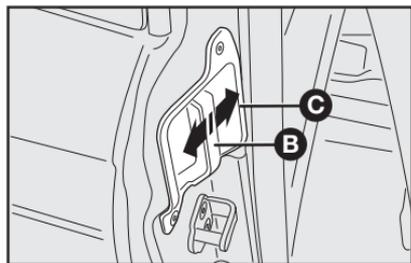

fig. 89
- destravar a maçaneta interna **B**—fig. 89 em qualquer um dos sentidos da seta e abrir a porta traseira.